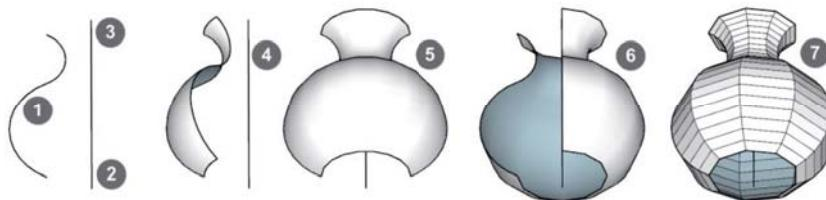

图 1.4.12 单轨旋转放样示例
这是一种仅用一条曲线沿轴做旋转放样的方式，要用 Extrude Tools 插件工具栏的旋转放样工具配合完成，示例如图 1.4.12 所示。
图 1.4.12 ①②③所示为准备好的一条曲线和一条中心线；预选曲线①，调用“旋转放样”工具，按顺序单击图 1.4.12 ②③；输入不同的旋转角度后按 Enter 键，可得到如图 1.4.12 ④所示的 45°、图 1.4.12 ⑤所示的 180°、图 1.4.12 ⑥所示的 270°、图 1.4.12 ⑦所示的 360° 的结果。图 1.4.12 ⑦所示的“放样精度”很低，不过可以输入新的片段数改变精度。